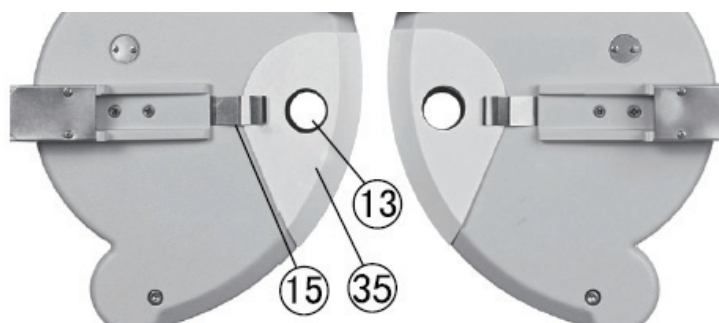

Figura 10
Coloque el protector facial ③⑤ para que el clip del protector facial ③⑮ lo atrapa. Luego, alinee la apertura del protector facial con la apertura del examen. ③⑬ (Figura 10).